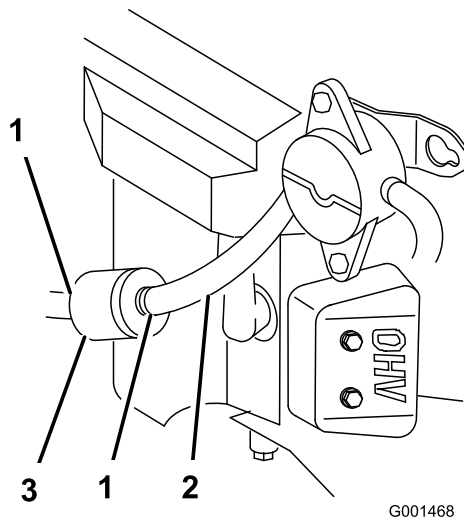

Figura 40
4. Premete le estremità delle fascette stringitubo ed allontanatele dal filtro (Figura 40).